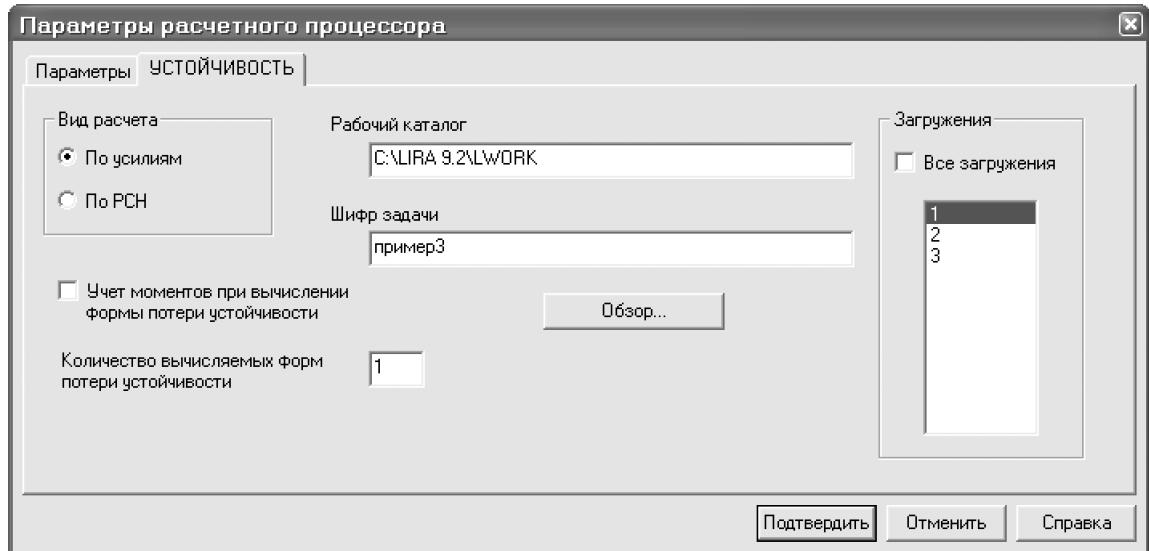

Рис.3.24. Диалоговое окно Параметры расчетного процессора
- Для выполнения расчета рамы на устойчивость от первого загружения, вызовите диалоговое окно **Параметры расчетного процессора** (рис.3.24) с помощью меню **Усилия ⇒ Устойчивость ⇒ Рассчитать** (кнопка на панели инструментов).